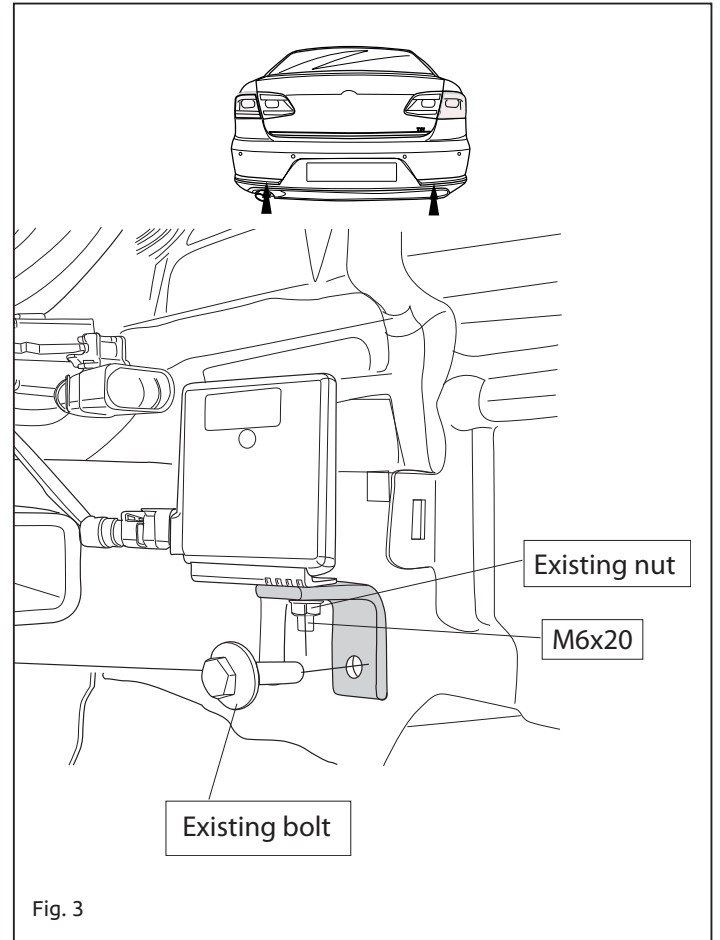

Fig. 3
7. **Если имеются:** Закрепите антенну на опоре G. См. рисунок 3.